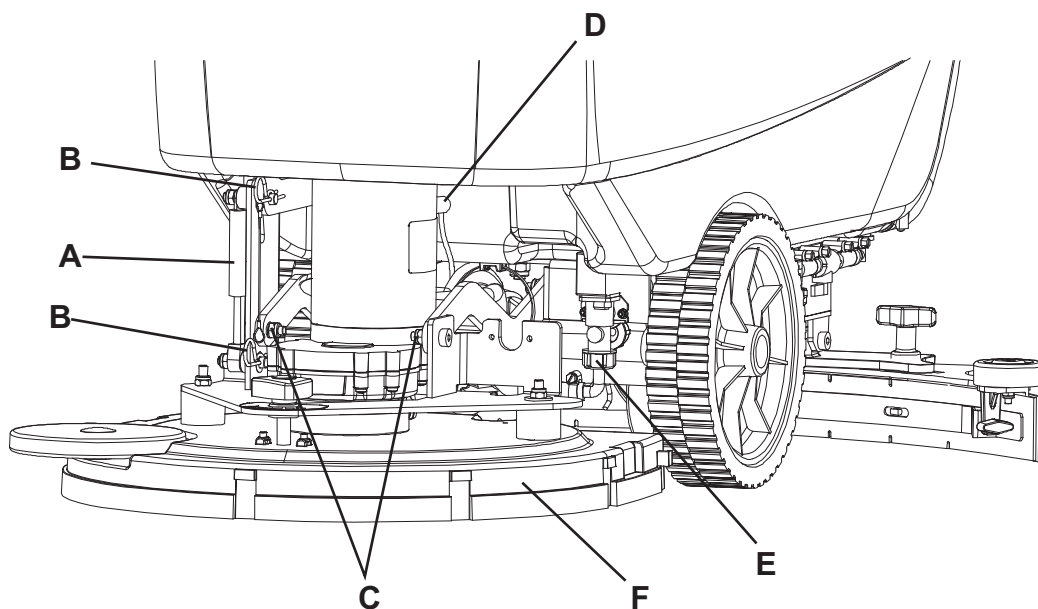

Abbildung 12
3. Den Bürsten-/Padhalterkopf mittels des Pedals (11) senken.
4. Falls vorhanden, die Splinten (B, Abb. 12) und die Gasfeder (A) entfernen.
5. Die elektrische Verbindung (D) der Motoren der Bürsten-/Padhalter lösen.
6. Das Verbindungsstück (E) von der Leitung der Reinigungslösung abnehmen.
7. Die Schrauben (C) entfernen, dann den Bürsten-/Padhalterkopf (F) entfernen.